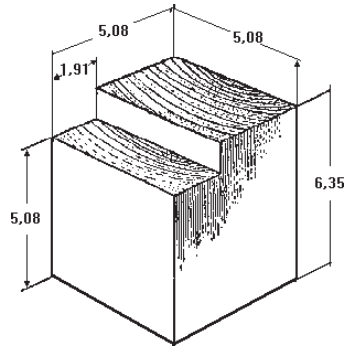

Fig. 7 – Corpo de prova para ensaio de cisalhamento
*Paralelamente* → Menor resistência. O que mais ocorre na prática (Fig. 7).